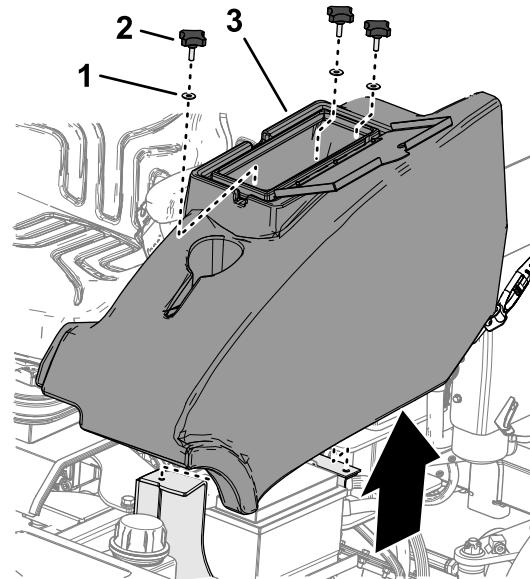

Figura 45
1. A sinistra della piattaforma dell'operatore, aprite lo sportello del vano portaoggetti (Figura 45).
2. Rimuovete le 3 manopole e le 3 rondelle che fissano il vano portaoggetti alla macchina, e rimuovetelo (Figura 45).